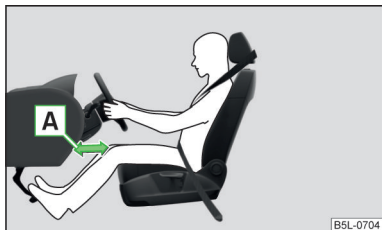

Fig. 11
- Réglez le siège du conducteur en sens longitudinal de façon à ce que la distance A entre les jambes et le tableau de bord à hauteur de l'airbag de protection des genoux soit de 10 cm au moins » fig. 11. S'il n'est pas possible de remplir cette condition pour des raisons de taille corporelle, veuillez consulter un atelier spécialisé.